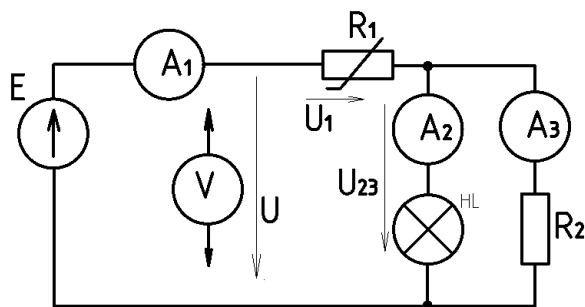

Рисунок 2. Электрическая цепь
4. Выполнить графический расчет токов ветвей и напряжений на отдельных участках цепи по рис. 2 для указанного преподавателем значения входного напряжения. Результаты расчета занести в табл. 2.
5. Для проверки расчета нелинейной цепи собрать электрическую цепь по рисунок 2 и предъявить ее для проверки преподавателю. После проверки схемы